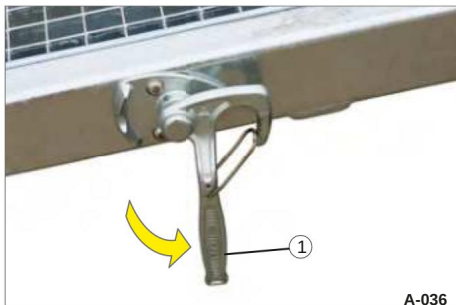

Fig. 38 Drej drejgrebets lås
• Drej drejgrebets lås (fig. 38/1)